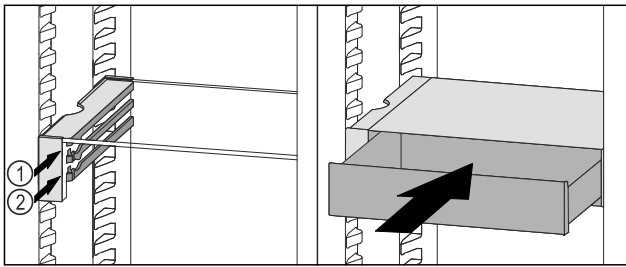

Fig. 150
- ▶ VarioSafe-Schubfach hinter den Stoppern auf gewünschter Rippe Fig. 150 (1) oder Fig. 150 (2) aufsetzen.